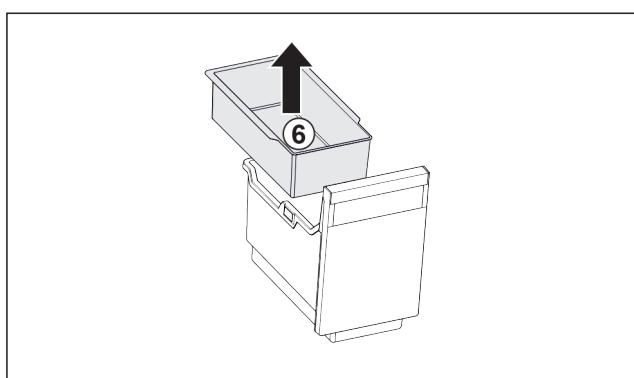

Fig. 100
- ▶ Извадете окачваща се поставка Fig. 100 (6).